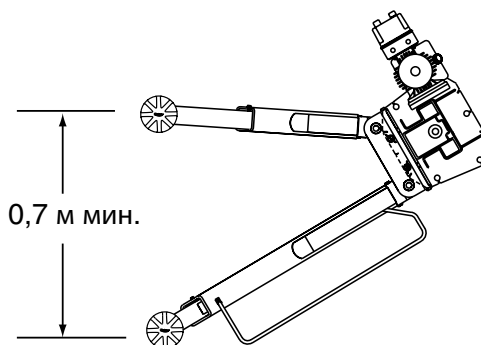

Рис. 2
- Минимальное расстояние между передней и задней точками подхвата равно 0,7 м (27-1/2"), см. рис. 2.